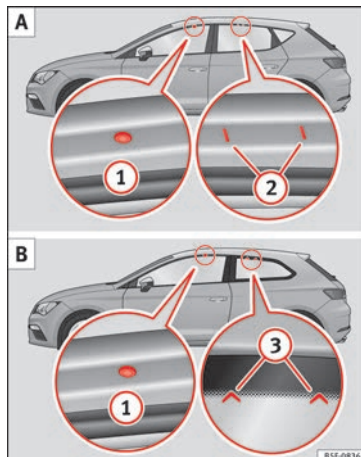

Bild 183 Leon/Leon SC: Fästpunkter för taklasthållarens räcken
De främre och bakre fästpunkterna ① och ② är endast synliga när dörrarna är öppna. » **bild 183 A.**
fästpunkterna ③ har markerats med pilar på glasets övre hörn » **bild 183 B.**